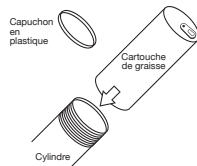

Figure 3
3. Retirer le capuchon en plastique de l'extrémité de la cartouche de graisse. Insérer la cartouche, extrémité ouverte en premier, dans le cylindre (voir figure 3).